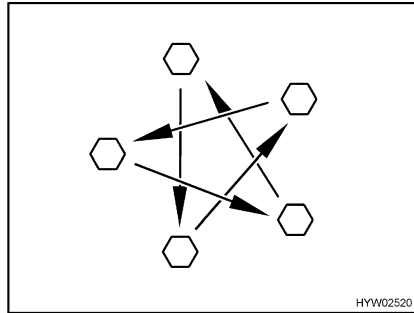

Fig. 198 Serrare a croce i dadi o i bulloni delle ruote
- Controllare regolarmente il serraggio dei dadi o dei bulloni. Regolare il serraggio dei dadi delle ruote o dei bulloni delle ruote di una ruota sostituita dopo circa 50 km (Fig. 198). Coppia di serraggio vedi paragrafo 14.5.2.
- Se si utilizzano cerchioni nuovi o riverniciati, regolare il serraggio dei bulloni o dei dadi dopo altri 1000 - 5000 km (Fig. 198).
- ▷ Serrare a croce i dadi o i bulloni delle ruote (Fig. 198).